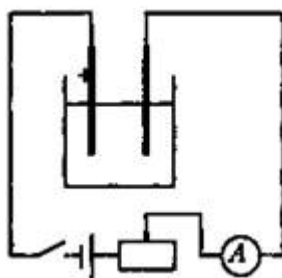

рис. 1
3. Соберите электрическую цепь (рис. 1).